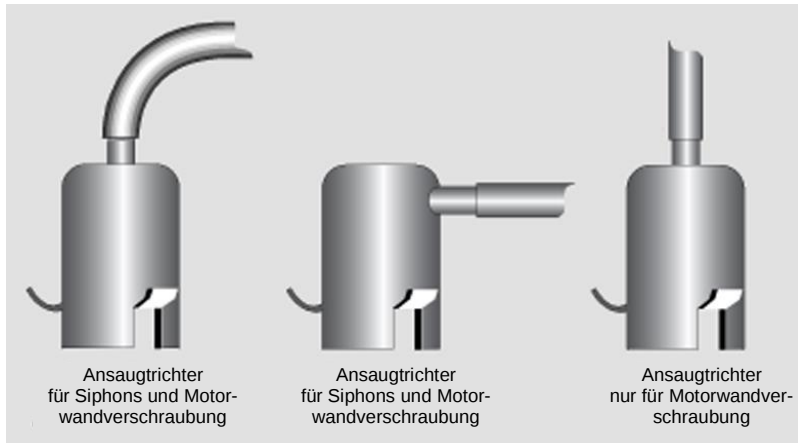

Abbildung 18: Verschiedene Arten von Ansaugtrichtern
- Ansaugtrichter von der Seite des Kurbelwellengehäuses in den Siphonblock einführen, in vertikaler Stellung ausrichten (siehe Abbildung 18), **mit der Öffnung nach unten**, und die kleine Spannmutter festziehen.
Die Ansaugtrichter sind so zu montieren, dass ein Fluten durch herausspritzendes Lageröl oder zurückfließendes Kühlöl des Kolbens vermieden wird (siehe Abbildung 18).